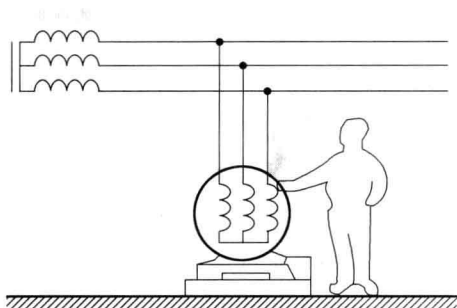

图 1-1-4 间接触电
(2) 间接触电是指正常状态下外壳不带电的用电设备发生故障或漏电时, 人体接触该用电设备而引起的触电现象, 如图 1-1-4 所示。通常引起这类触电的用电设备故障有外壳短路、导线短路、接地短路。